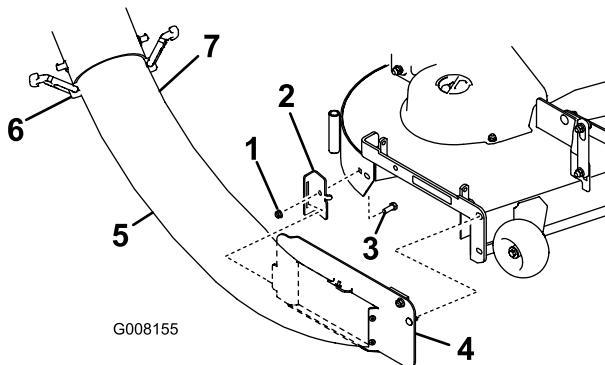

Figura 9
2. Instale el soporte de montaje de la bota en el bastidor de la plataforma usando el perno de cuello cuadrado (5/16 x 3/4 pulgadas) y la contratuerca (5/16 pulgada), según se muestra en Figura 9. Puede dejar puesto el soporte si está realizando la conversión al modo de descarga lateral.
3. Inserte la pestaña del conjunto de tubo inferior en el soporte de montaje de la bota, según se muestra en Figura 9.
6. Deslice el tubo superior sobre el tubo inferior y sujeté los cierres de goma (Figura 9).
3. Retire el soporte de montaje del ensacador de la plataforma y guarde todos los herrajes (ver Figura 9).